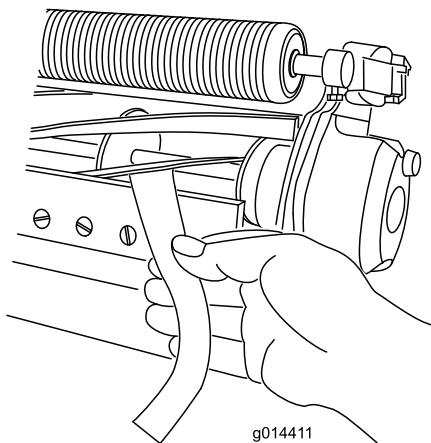

Figura 5
3. Numa das extremidades do cilindro, introduza uma longa tira de jornal entre o cilindro e a lâmina de corte (Figura 5). Enquanto roda ligeiramente o cilindro para a frente, rode o parafuso de ajuste da barra de apoio no sentido dos ponteiros do relógio na mesma extremidade do cilindro, uma posição de cada vez, até que o papel esteja ligeiramente apertado, quando inserido pela parte dianteira, paralela à lâmina de corte. Quando puxa o papel, deve observar uma ligeira pressão.
5. Depois de ajustar, verifique se o cilindro aperta o papel quando este for inserido pela frente e se corta o papel quando este for inserido num ângulo recto, relativamente à lâmina de corte (Figura 5).